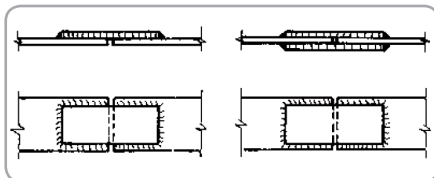

Fig. 17
• **Îmbinări sudate cu eclise (fig. 17):**